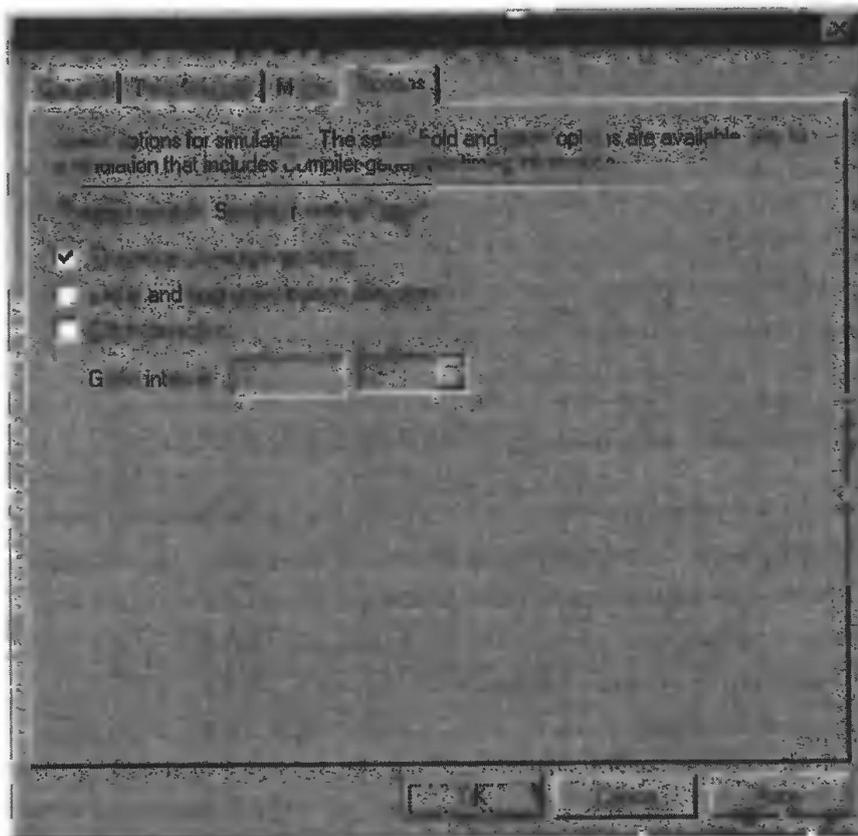

Рис. 3.73
2. Включите установку **Simulation coverage report** (сообщать об обнаруженных при моделировании рисках) (рис. 3.73).